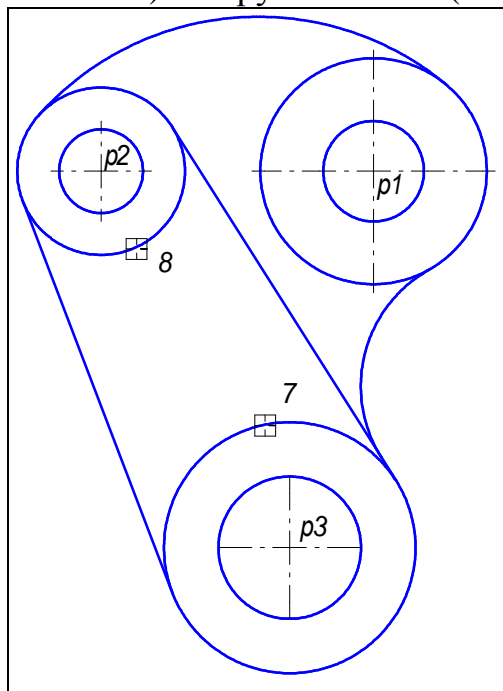

Рис. 72
19. С помощью команды **Усечь кривую** удалите лишний участок окружности о6 (мишень 7) и окружности о4 (мишень 8) рис. 72.